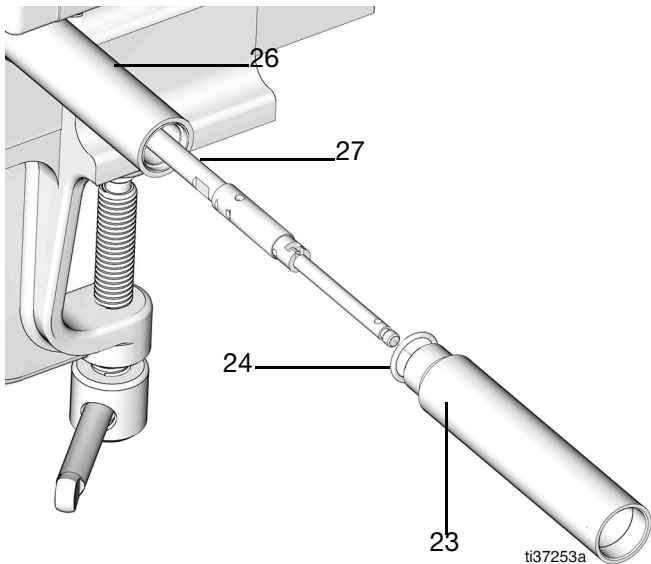

图 61
16. 更换下部泵管上的 O 形圈 (24) 并在其上涂抹少量润滑脂 (图 61)。
17. 将下部泵管 (23) 滑过泵杆 (27) 并连接到延长管 (26) 上 (直至力矩达到 32 英尺-磅/43.4 N•m) (图 61)。